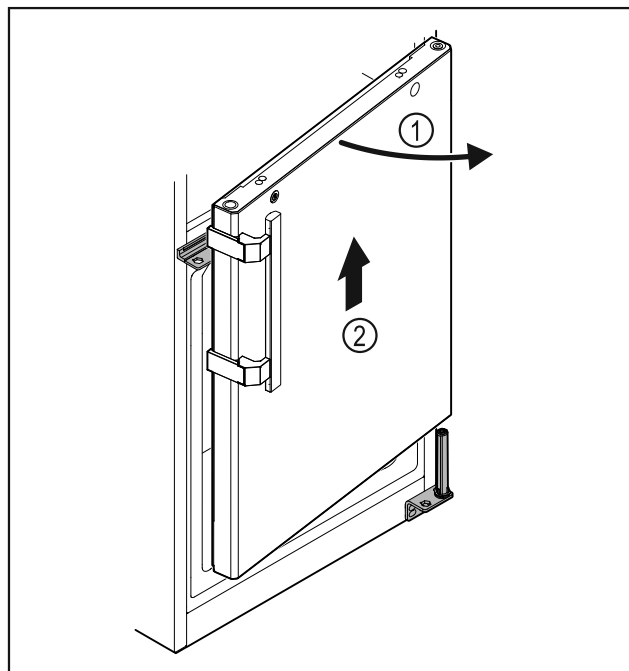

Fig. 33
- ▶ Mírně otevřete dvířka Fig. 33 (1), zvedněte je přibližně 200 mm rovně směrem nahoru a vyjměte je Fig. 33 (2).